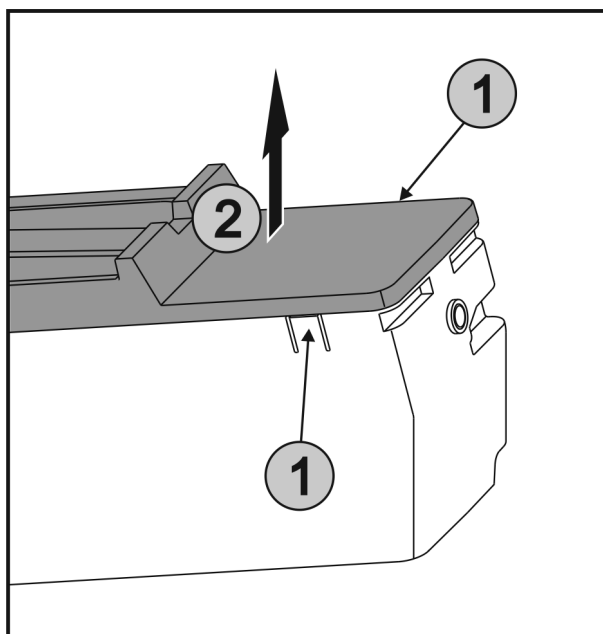

Fig. 40
- ▶ Одновременно нажать на наклейки Fig. 40 (1) на обеих сторонах EasyTwist-Ice и снять крышку Fig. 40 (2) движением вверх.